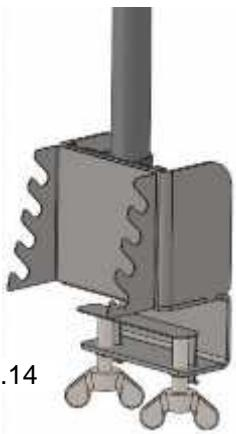

Рис.14
- к горизонтальной поверхности при помощи СТРУБЦИНЫ 1.0 с держателем инструмента, рис.14;